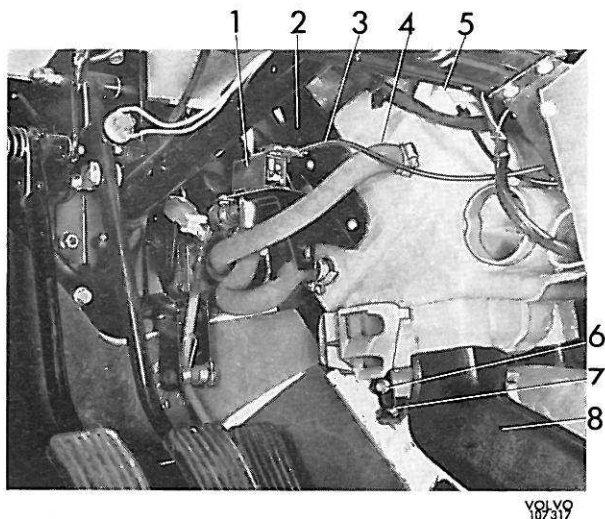

Figure 13. Système standard, côté gauche
5. Déconnecter les câbles du volet "air-mix" (5, figure 13) et de la valve de contrôle de température (3) et démonter du tablier la pièce de jonction des durits d'eau.